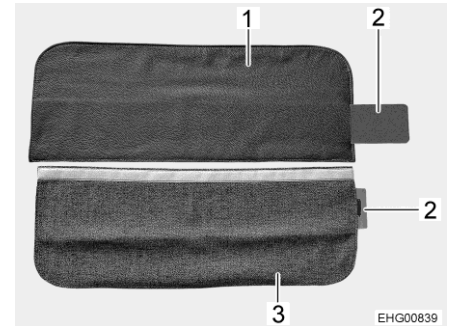

Bild 61 Sätesklädsel
Sätesklädseln kan vara gjord av läder (Bild 61,1) eller av tyg (Bild 61,3).
- Skjut in hela metallförstärkningen (Bild 61,2) i sätesklädselns ficka (Bild 61,1 eller Bild 61,3).